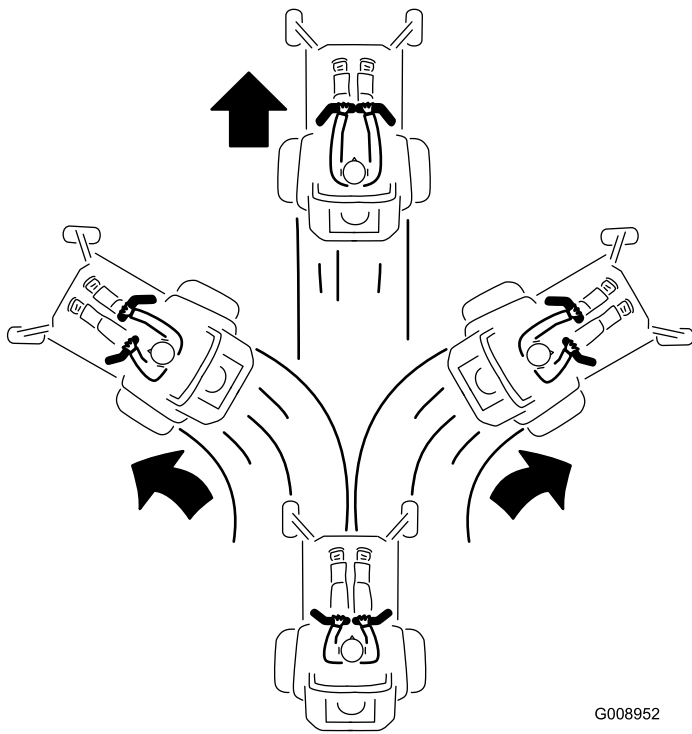

図 23
3. 前進するには、左右の走行コントロールレバーをゆっくりと前へ押し出す 図 23。